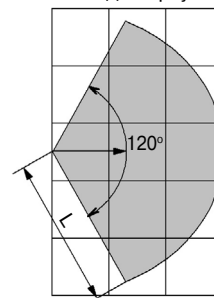

Рисунок 1 – Диаграмма зоны обнаружения АК канала
1. При выборе места установки следует принимать во внимание диаграмму направленности извещателя (рисунок 1);
7. Расстояние (L) от извещателя до самой удаленной точки охраняемого стекла должно быть не более 6 м.